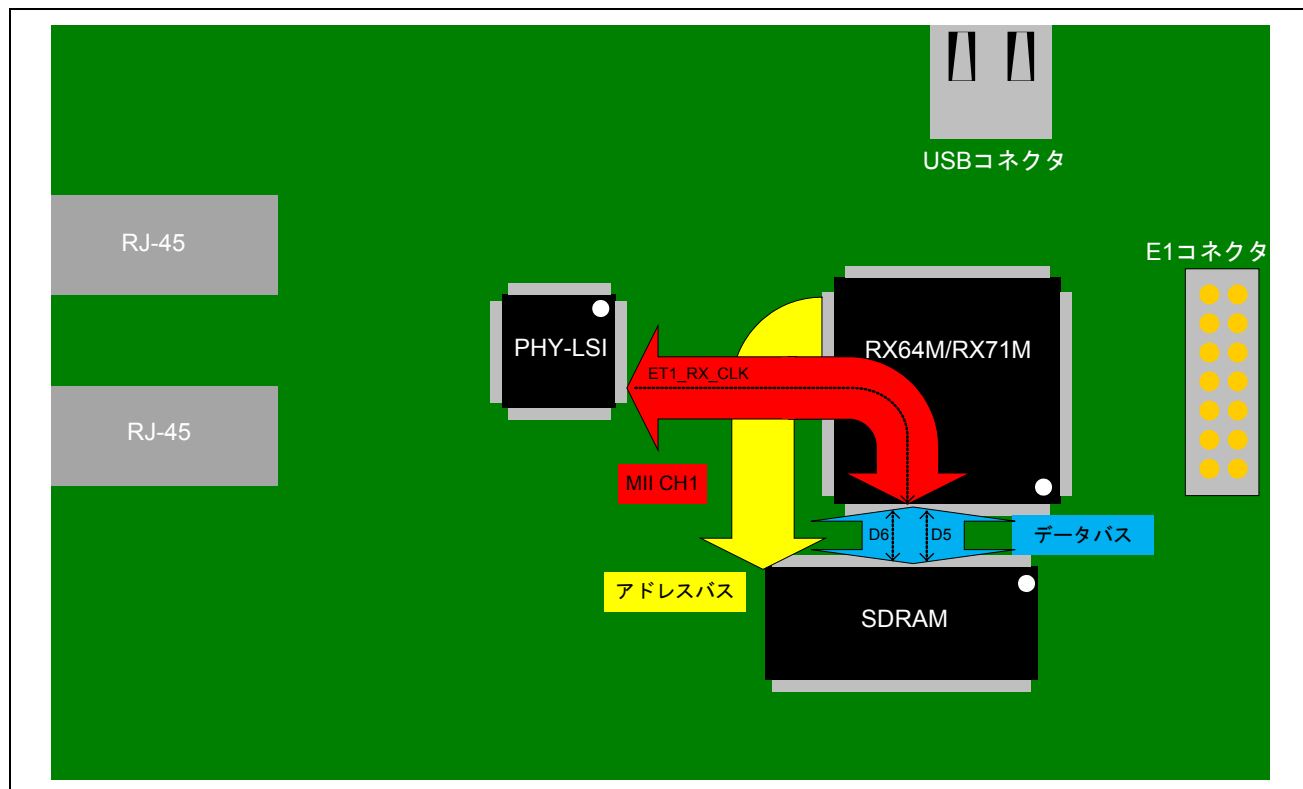

図 1 部品レイアウト
Ethernet 通信ボードの部品レイアウトを図 1 に示し、レイアウトの際の注意点について説明します。
- SDRAM のデータバスおよび PHY-LSI からの Media Independent Interface(以下 MII) / Reduced Media Independent Interface(以下 RMII)信号(特に MII CH1 の ET1_RX_CLK)が最短かつ並走しないように部品をレイアウトします。特に ET1_RX_CLK と D5,D6(SDRAM データバス)の信号パターンを並走させないようにします。(図 1 参照)